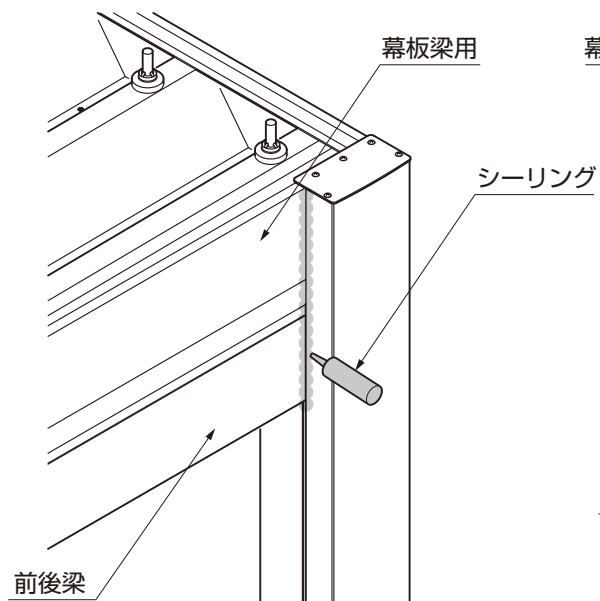

図18-19 端部のシーリング
⑬ 縦樋、前後枠、幕板梁用の接合部にシーリングをしてください。（図18-19、図18-20参照）